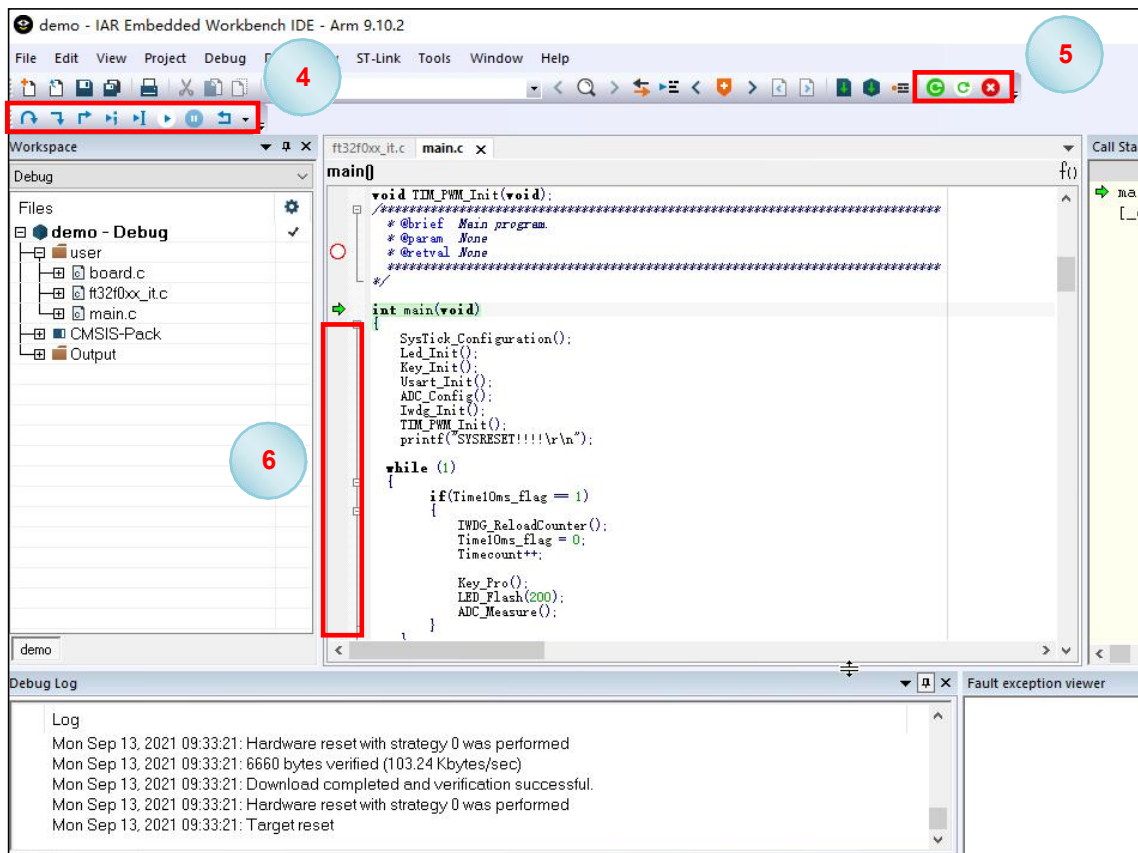

图 6-9 IAR 调试窗口
3、点击 RUN 图标  (图 6-9 中步骤 4)，注意：调试运行过程可以通过点击 STOP 图标  (图 6-9 中红色框 5) 进行中止。
4、为方便调试，用户可以在当前源文件窗口及反汇编窗口的灰色区域增设断点(图 6-9 中红框 6 所示区域)，此区域关联的代码及指令可被 MCU 执行到。
5、每当点击 RUN 图标  (图 6-9 中步骤 4) 时，程序会不断运行，直到遇到设有断点的区域，如果未设置任何断点，MCU 将会根据程序功能不断运行。
6、其他调试功能包括单步执行 Step In ：程序逐步执行每一条语句；单步跳过 Step Over ：执行完光标当前所对应的行，如果当前行是一个函数，则程序不会跳进函数内部，而是直接执行完函数返回；单步跳出 Step Out ：当单步执行到子函数内时，用 step out 就可以执行完子函数余下部分，并返回到上一层函数（图 6-9 中步骤 4）。